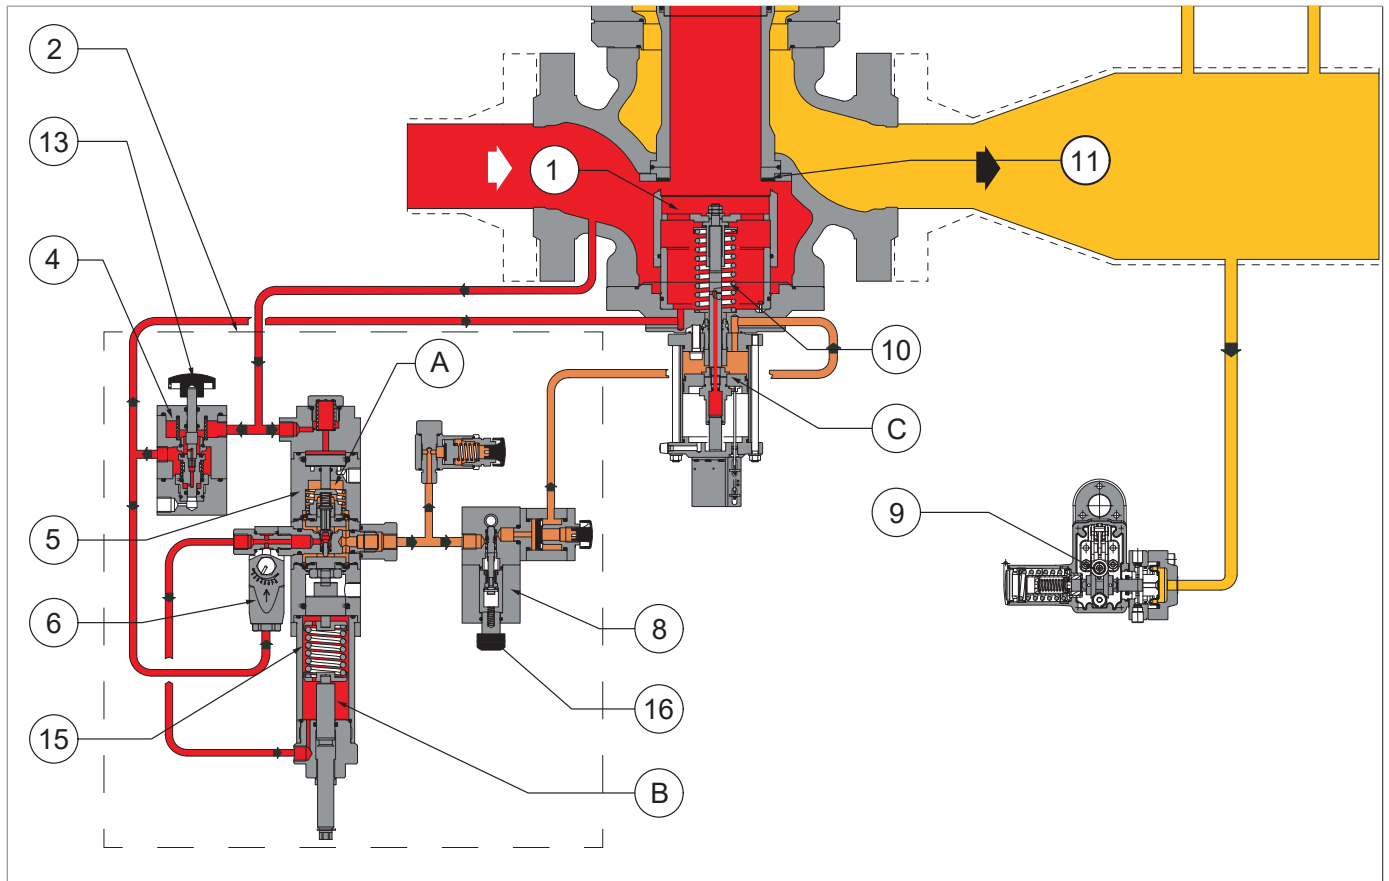

Fig. 4.13. REVAL 182 con valvola di blocco incorporata HB/97
La valvola di blocco incorporata HB/97 è costituita da (vedere Fig. 4.13):
Il dispositivo LINE OFF 2.0 (2) è composto da (vedere Fig. 4.13):